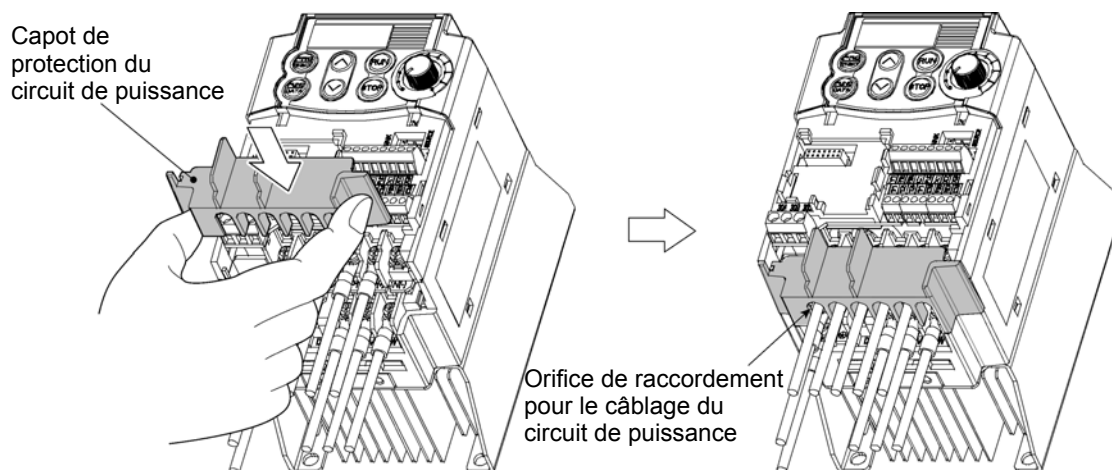

Figure 2-3-10 Remettre le cache-bornes du circuit de puissance
- 1) Ainsi que la figure 2-3-10 le montre, placez les câbles parallèlement en sortie des bornes de puissance.